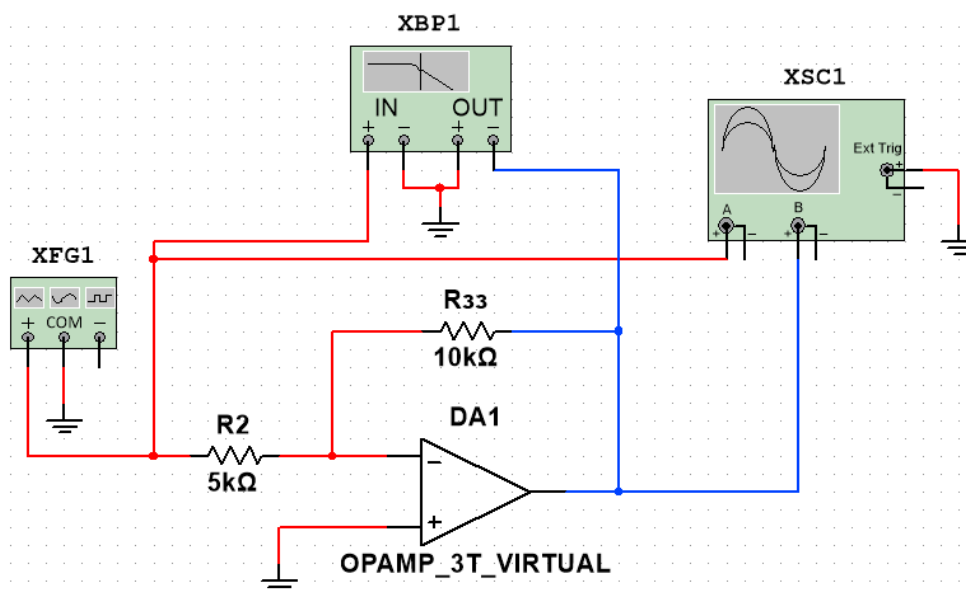

Рисунок 9.3
2.4 Зберіть схему з ОП, наведену на рис. 9.3.